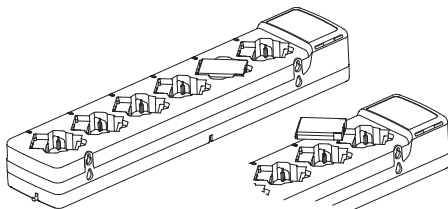

Рис. 2. Зарядка аккумулятора отдельно от радиостанции
4. Для зарядки аккумулятора отдельно вставьте аккумулятор в разъем зарядного устройства следующим образом (см. Рис. 2).